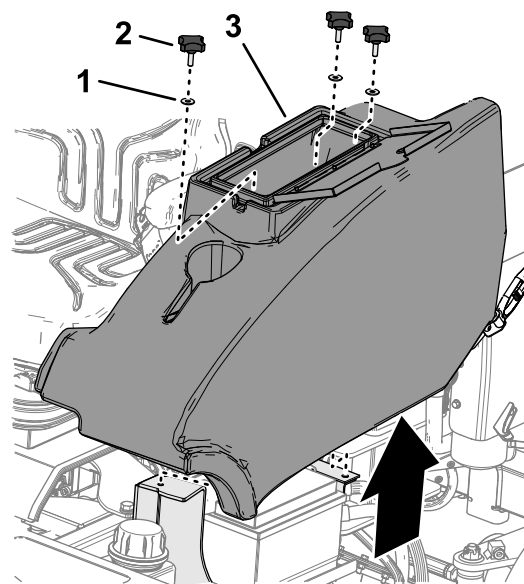

Figura 48
2. Rimuovete le 3 manopole e le 3 rondelle che fissano il vano portaoggetti alla macchina, e rimuovetelo (Figura 48).
1. A sinistra della piattaforma dell'operatore, aprite lo sportello del vano portaoggetti (Figura 48).